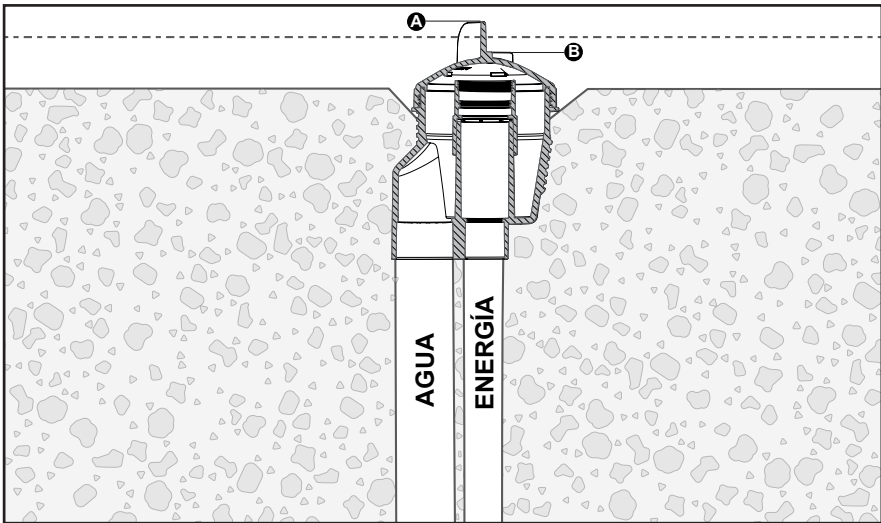

Figura 4. Nivel de instalación del alojamiento del burbujeador
5. Con la tapa de construcción grande colocada, instale el alojamiento del burbujeador en el tubo para que la superficie terminada deseada esté por arriba del indicador inferior (B) y por debajo de la parte superior de la tapa (A). Consulte la figura 4